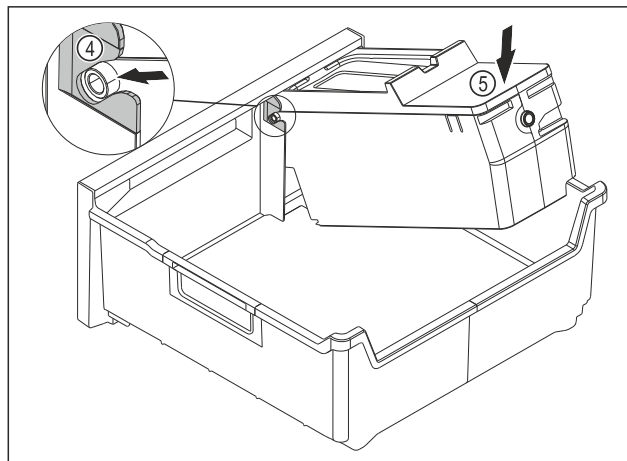

Fig. 91
- EasyTwist-Ice-Korpus montieren: Achsen des EasyTwist-Ice-Korpus in die Führungen Fig. 91 (4) einschieben.
- EasyTwist-Ice-Korpus Fig. 91 (5) hinten nach unten drücken.